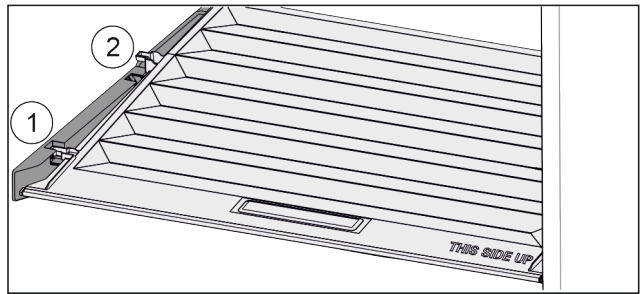

Fig. 89
- ▶ Потянуть крышку до отверстия в поддерживающих деталях вперед Fig. 89 (1).
- ▶ Поднять сзади снизу и извлечь Fig. 89 (2) движением вверх.